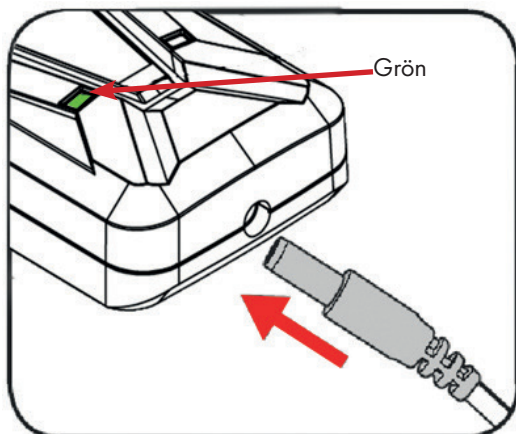

Abb.10
- Sätt in laddningspluggen i uttaget på laddaren. När den är ansluten lyser signallamporna rött (bild 10 på nästa sida).